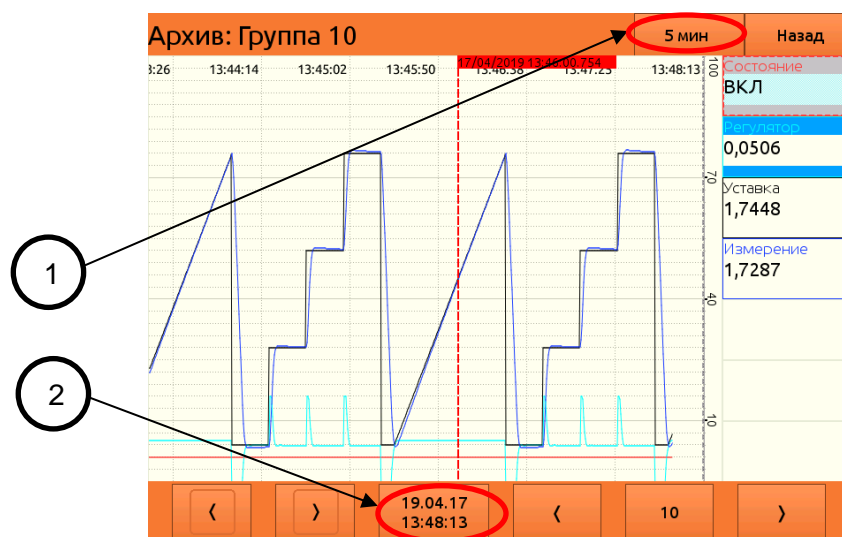

Рисунок 2.30
2.10.3.6. Меню «**Просмотр архива**» позволяет просматривать сохраненные в архив данные (рисунок 2.30). В меню имеется следующий набор кнопок: